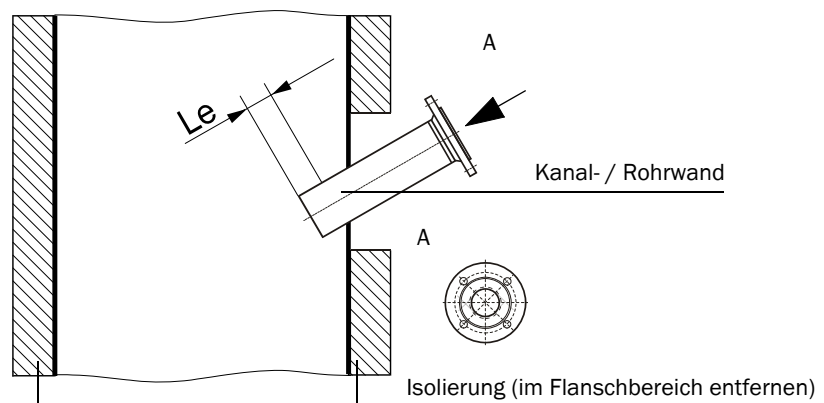

Abb. 3.6: Einsetzen der Flansche mit Rohr
Ld wie in **Abb. 3.6**
- ‡ Flansch mit Rohr gemäß **Abb. 3.6** mit größtmöglicher Einzugslänge in die Öffnung einsetzen,
Bei den wechselfähigen Sende-/Empfangseinheiten beträgt die maximale Wandstärke für die Montage des Anbausets 25,4 mm (1 Zoll). Die Einzugslänge (Maß Le in Abb. 3.6) soll ca. 10 mm betragen.